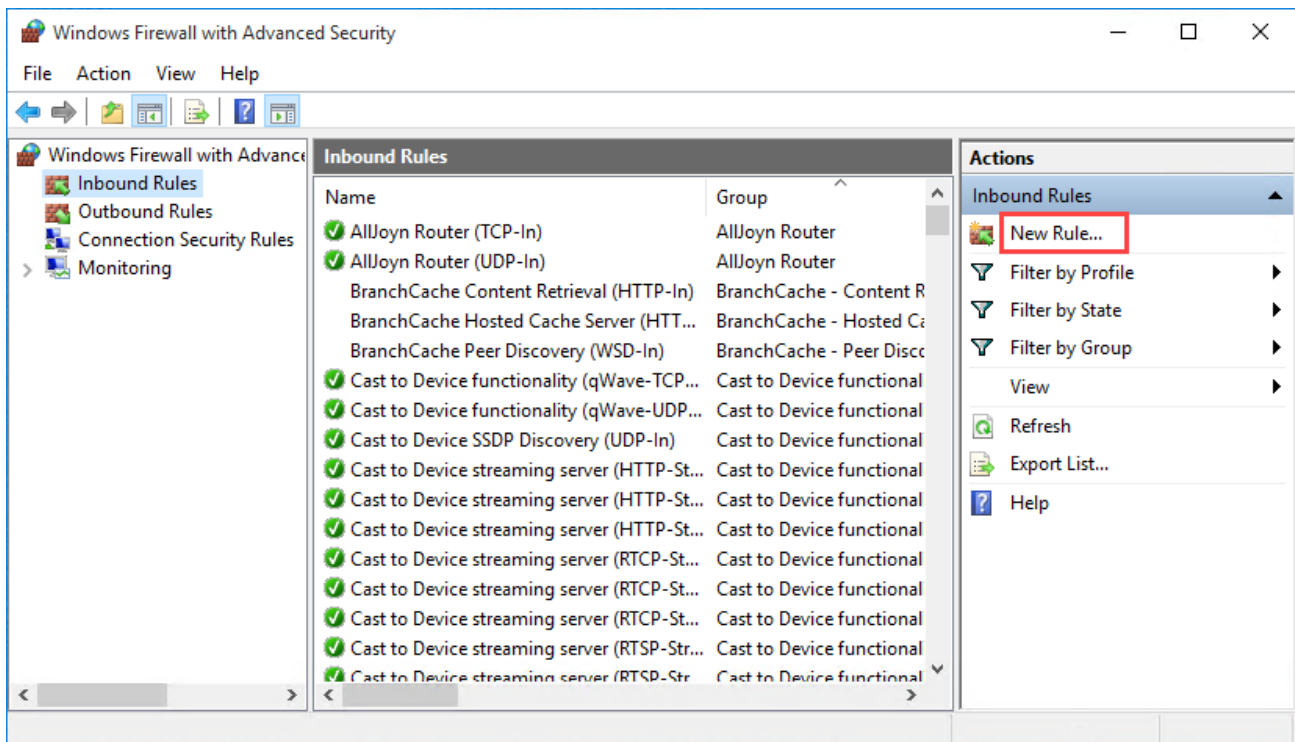

Abbildung 128: Erstellen einer neuen Inbound Regel
1. Öffnen Sie das Fenster **Windows Firewall with Advanced Security** (Abbildung 128). Schneller Zugang: